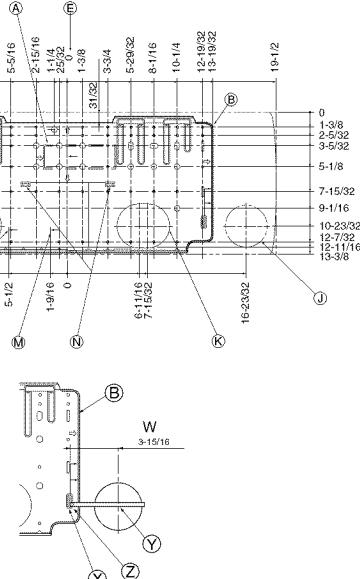

Fig. 3-2
③	Tapa del tubo	1
④	Brida	5
⑤	Cinta de fieltro	3
⑥	Controlador remoto inalámbrico	1
⑦	Soporte del controlador remoto	1
⑧	Pilas alcalinas (tamaño AAA)	2
⑨	Pieza soporte (Paquete)	1
⑩	Controlador remoto cableado	1
⑪	Adaptador de desagüe	1
⑥ - ⑧ se guardan en una sección recortada del material de embalaje (poliestireno).
3.2. Instalación del soporte de montaje en la pared (Fig. 3-2)